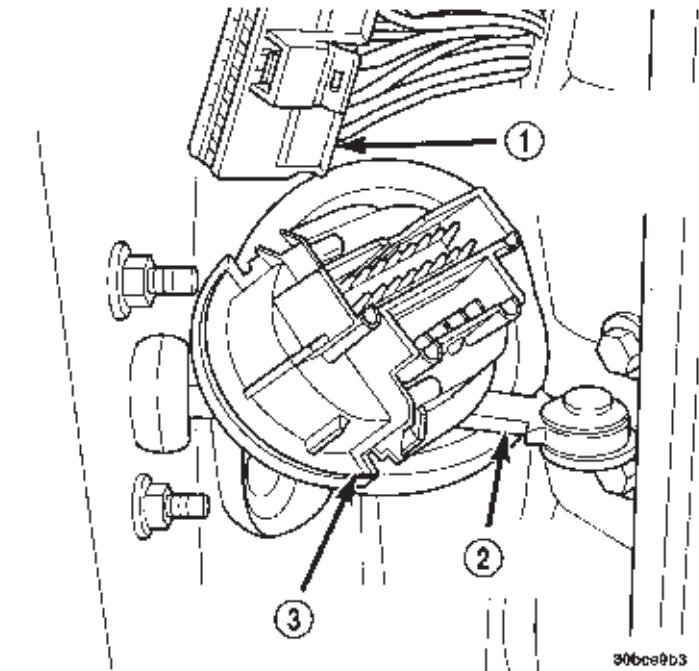

Fig. 10 Conector del arnés de puerta del poste A
(11) Presione los lados del conector de diagnóstico (DLC) y quitelo del refuerzo del tablero de instrumentos.
(12) Quite cuatro tornillos de retención del tablero de instrumentos a la mampara.
(13) Quite los dos tornillos en la parte superior de la ménsula del soporte del pedal del freno..
(14) Quite dos tornillos de montaje del soporte central.
(15) Quite los tornillos izquierdos y derechos de montaje del poste A, dos en cada lado.
(16) Desconecte el conector de la antena en el lado derecho.
(17) Quite los conectores izquierdo y derecho del arnés de puerta del poste A (Fig. 10).